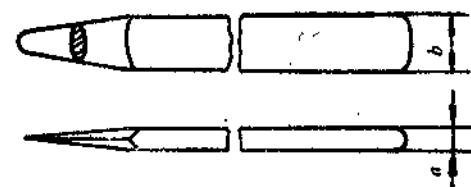

图1-7 刮线板
1. 刮板 刮板又称划线板，是小型电机嵌线时使用的辅助工具，如图1-7所示。用刮板来分开槽口的绝缘纸，把堆积在槽口的导线理齐，并推向槽内两侧，使导线容易入槽。